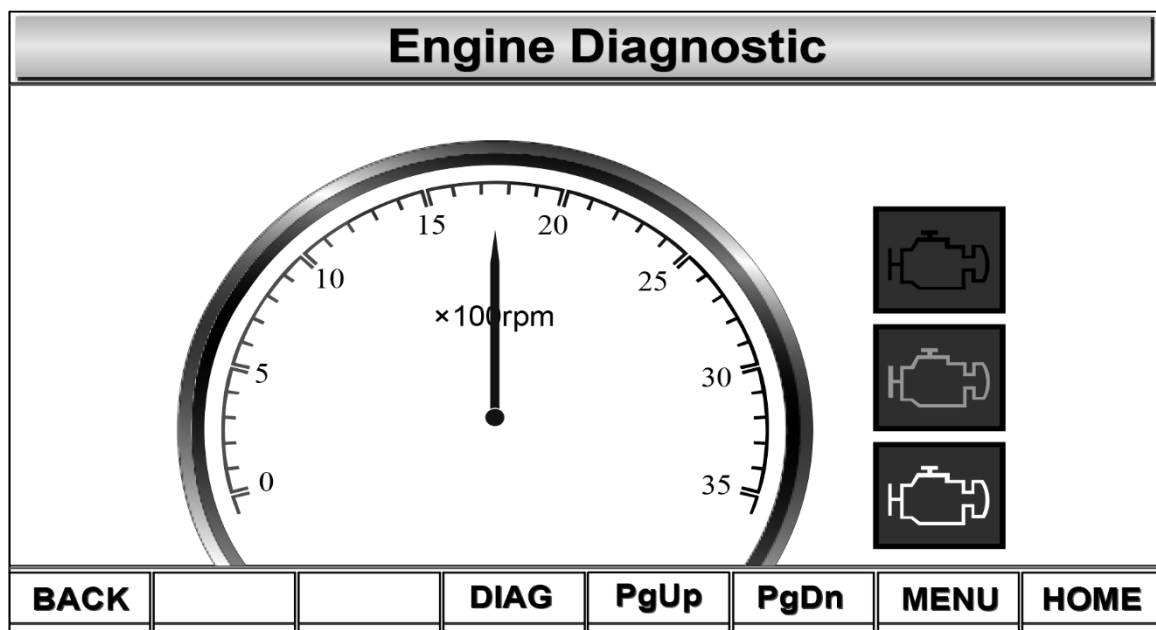

Figura 6-31 Diagnóstico do Motor
- A. Diagnóstico do Motor: mova o cursor para selecionar o ícone “Diagnóstico do Motor” e pressione a tecla “ENTER” para entrar na Tela de Diagnóstico do Motor. Consulte a figura 6-31.